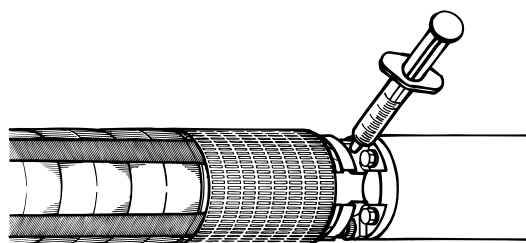

Fig. 7 Påfyllningsventilens placering
1. Bänd ut filtret, som sitter framför ventilen ovanpå motorn, med en skruvmejsel. Filter med skruvmejselspår skruvas ut. Fig. 7 visar påfyllningsventilens placering.
2. Tryck påfyllningssprutan mot ventilen och spruta in vätskan. Se fig. 7. Om ventilkonan trycks ned för långt kan den skadas och ventilen börja läcka.